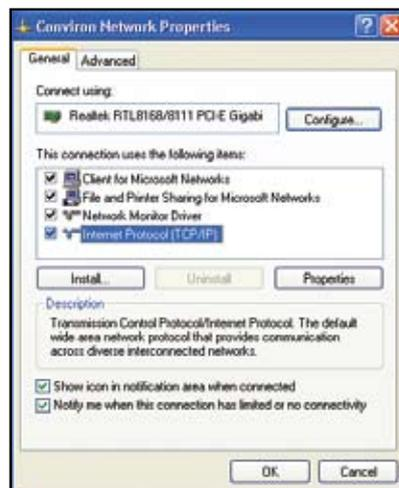

Figure 8-8 : Propriétés du réseau
2. L'écran **Network Properties (Propriétés de connexion)** s'affiche. Faites défiler la liste vers le bas le cas échéant, et cliquez sur Internet Protocol (TCP/IP). Cliquez ensuite sur le bouton Propriétés (Propriétés) (figure 8-8).